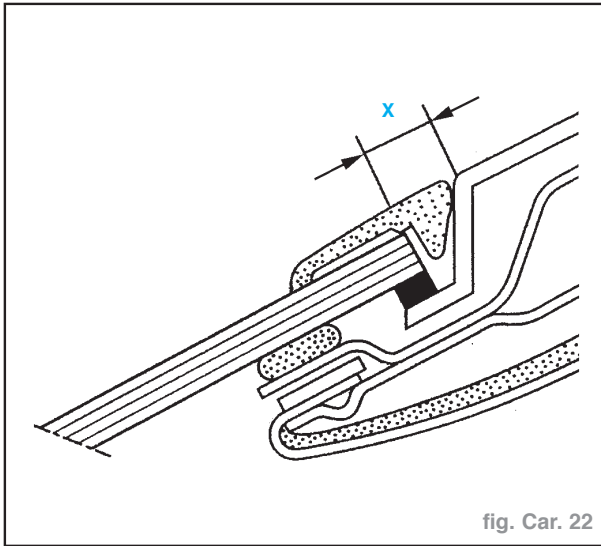

fig. Car. 22
- Déposer le pare-brise repéré (fig. Car. 22).